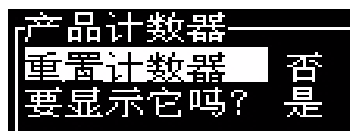

图 4-16: 产品计数器对话框
- 3 按 *Enter* 键打开产品计数器对话框（图 4-16）。